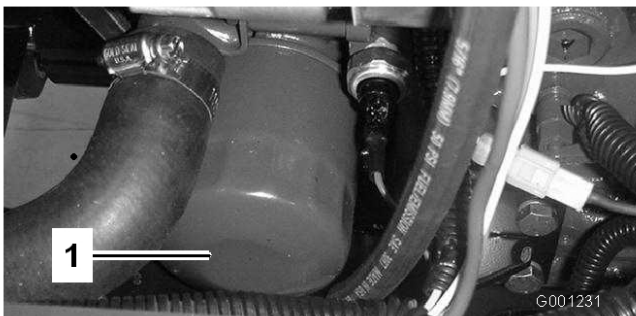

Figura 49
6. Retire el filtro de aceite e instale uno nuevo (Figura 49).